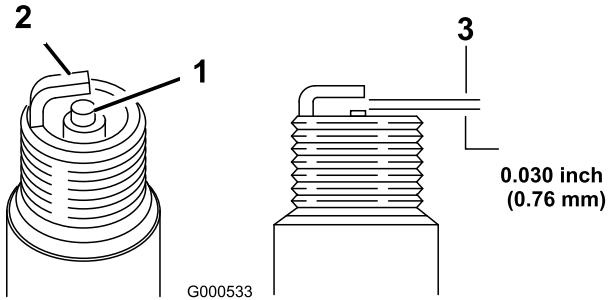

Figure 24
5. Réglez l'écartement des électrodes à 0,76 mm (0,030 po.) (Figure 24).